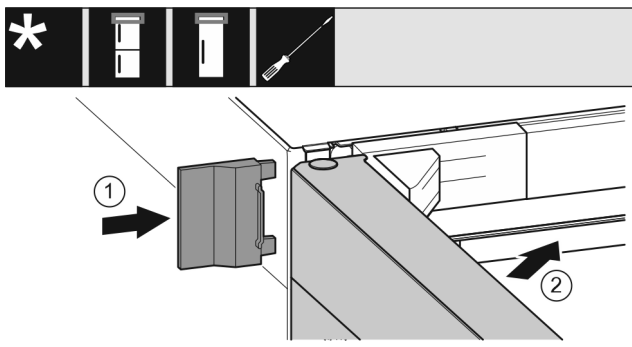

Fig. 24
- ▶ Spingere la copertura esterna. Fig. 24 (1)
- ▶ Chiudere la porta superiore. Fig. 24 (2)